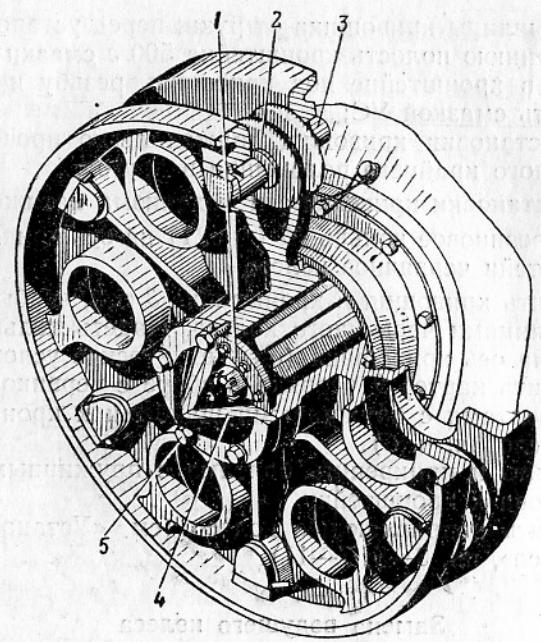

Рис. 6. Ведущее колесо:
4. Вывернуть болты 5 (рис. 6) крепления броневого колпака 4 к ступице ведущего колеса. Снять броневой колпак.
4. Установить в ступицу ведущего колеса кольцо 1 (рис. 6) и закрепить болтами с пружинными шайбами.